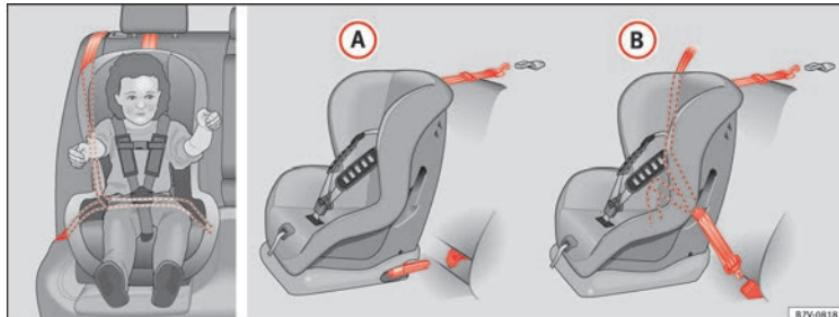

Fig. 31 Nei sedili posteriori: diverse possibilità di fissaggio del seggiolino per bambini.
La figura »» fig. 31 (A) mostra il fissaggio base del sistema di ritenuta dei seggiolini con gli occhielli di fissaggio inferiore e la cintura di sostegno superiore. La figura »» fig. 31 (B) mostra il fissaggio del sistema di ritenuta dei seggiolini con la cintura di sicurezza del veicolo.